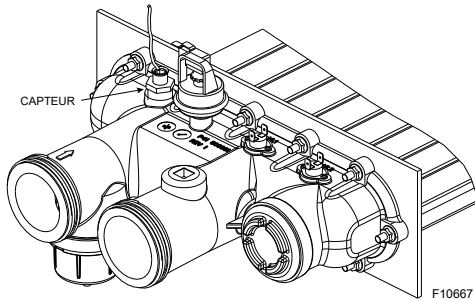

Figure 35. Capteur de température millivolt
**Modèles millivolt:** retirez le bulbe du capteur de température et l'attache en desserrant l'écrou du raccord à compression. Réacheminez le bulbe du capteur vers le côté gauche de l'appareil. Voir **Figure 35**.